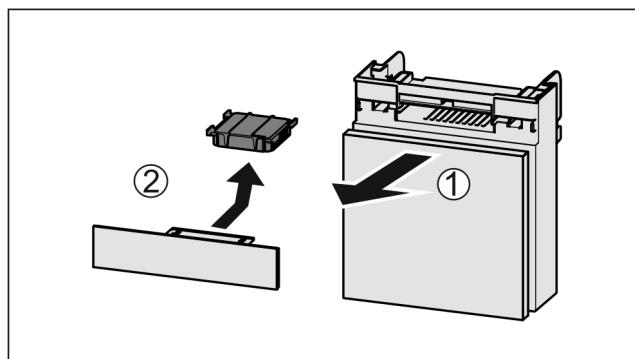

Fig. 175
- Predal izvlecite Fig. 175 (1) naprej.
- Odstranite Fig. 175 (2) aktivni ogleni filter.